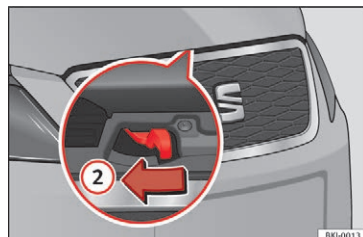

Fig. 10 Arm under motorhjelme
- Tryk armen i midten under motorhjelmen mod venstre »» Fig. 10 ② for at åbne motorhjelmen. Sikkerhedskroge frigøres.